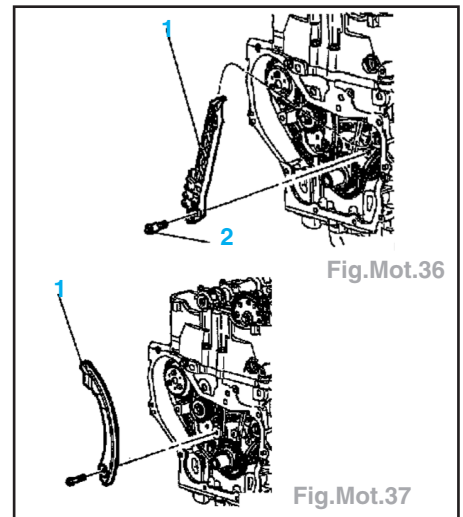

Fig.Mot.36
- le rail de guidage (1)(Fig.Mot.36).
- le rail de guidage (1) (Fig.Mot.36).